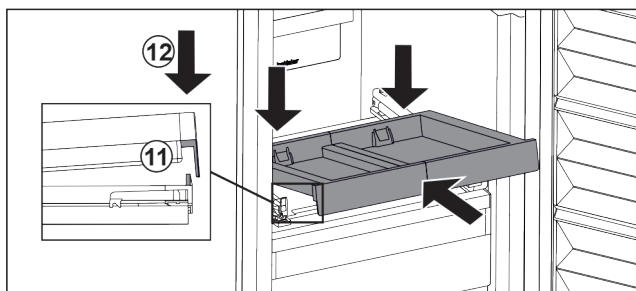

Fig. 104
- Vstavite jo v poševnem položaju. Pazite, da je nastavek na obeh straneh za jezičkom. Fig. 104 (11)
- Izvlečno polico odložite spredaj. Fig. 104 (12)